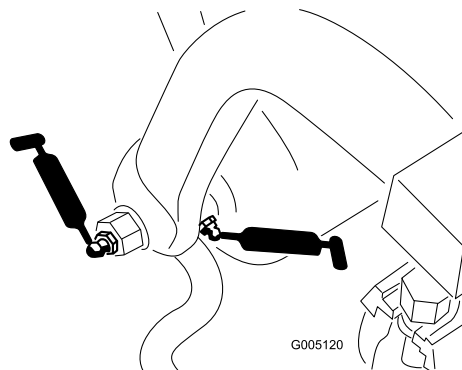

Figura 27
- Eixo e cilindro da estrutura de apoio (12) (Figura 27)